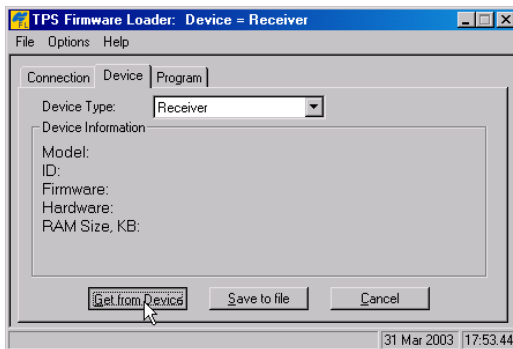

Figura 5-19. Configurar el Tipo de Dispositivo
1. En FLoader, haga clic en la pestaña **Device** (Dispositivo) y defina el *Device Type* (Tipo de Dispositivo) como “Receiver” (Receptor). A continuación, haga clic en **Get from Device** para obtener información acerca del dispositivo (Figura 5-19).